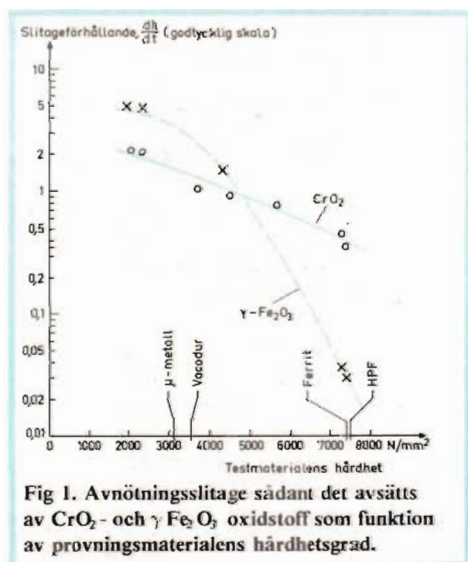

Fig 1. Avnötningsslitaget sådant det avsätts av CrO_2 - och $\gamma\text{-Fe}_2\text{O}_3$ oxidstoff som funktion av provningsmaterialens hårdhetsgrad.
och hårdheten hos testmaterialet visas i fig 1.
Gamma-ferrooxid synes följa en linjär nötningskaraktär vid material vars hårdhet är lägre än 2 800–3 000 N/mm² — se sig fig 1. Över denna punkt avtar dock avnöttningsbenägenheten skarpt med tilltagande hårdhet. Vid HK = 7 500 N/mm² är γ-Fe₂O₃-stoffet nästan 20 gånger mindre nötande än CrO₂. Avvikelser av detta slag från det linjära mönstret har iakttagits i system där testmaterialen är hårdare än de avskavda/nötande partiklarna (8). Med γ-Fe₂O₃-hårdheten i regionen 4 000–5 000 N/mm² är detta klart fallet med de två ferriterna och BaTi₂, vilket förklarar den minskade slitagebenägenheten hos dessa material.
Grundade på rönen om pulveravsättningen från band enligt fig 1 kan man komma fram till tre tänkbara tonhuvud/bandkombinationer tillföljande hårdhet:
Följande nötningsmätningar utfördes med tonhuvud från den första kategorin, vilka hade laminerade mymetallkärnor inneslutna i mässing. Pulverutfallet för dessa huvuden — fig 1 — prognoserar ett ungefär likartat slitage med både CrO₂ och γ-Fe₂O₃-tape.